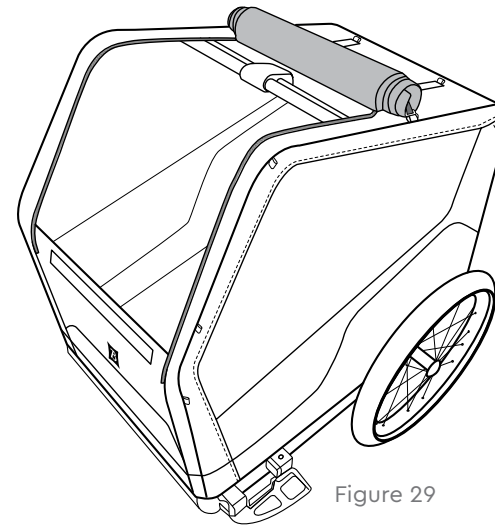

Figure 29
1. La fenêtre à filet avant peut être dézippée depuis l'avant de la remorque. La fenêtre peut être enroulée et fixée en insérant les crochets de porte dans les boucles réfléchissantes à l'emplacement ② (Figure 29).